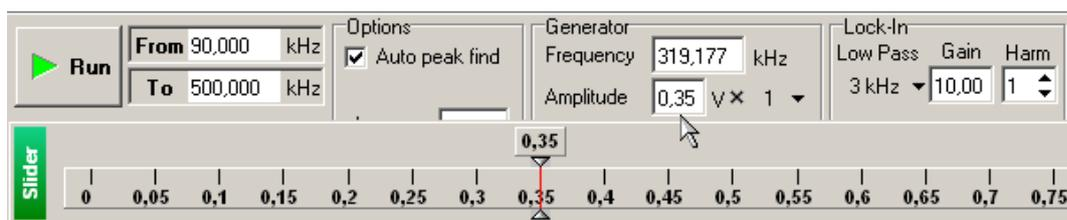

Рис. 7-10
- Щелкните дважды на поле ввода величины напряжения генератора **Amplitude**, в результате появится ползунок (Рис. 7-10).